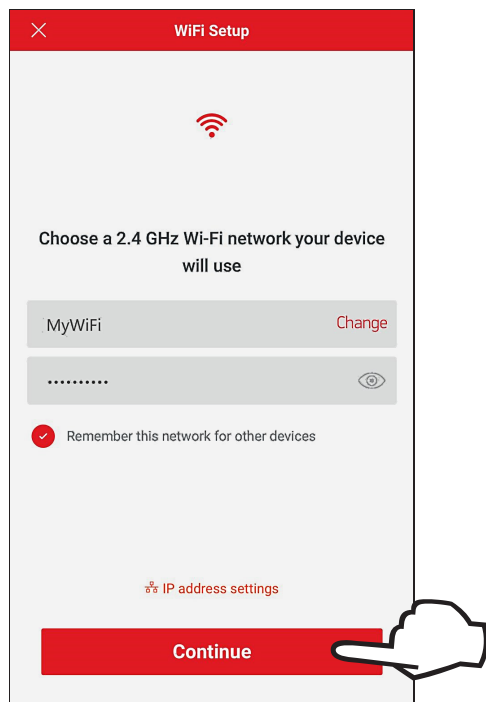

Figure 92. Configuration Wi-Fi
4. L'écran "Wi-Fi setup" s'affiche. Sélectionnez ou entrez le réseau Wi-Fi auquel vous souhaitez connecter votre appareil et saisissez le mot de passe réseau. Voir **Figure 92**.